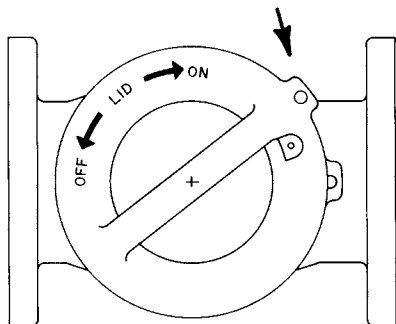

FIGURA 2
2. Vuelva a instalar la tapa con la lengüeta de ésta directamente a la izquierda del resalto con el orificio roscado en el cuerpo (consulte la Figura 2).